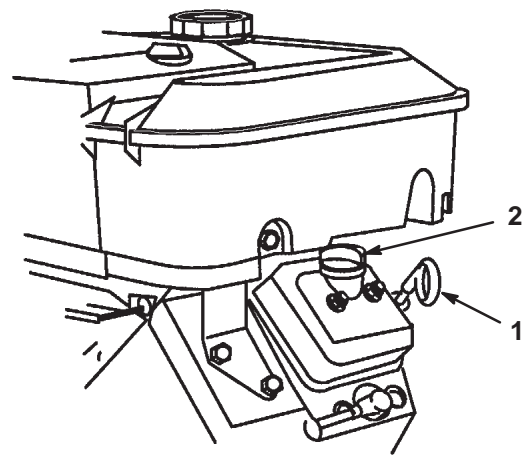

Figure 2
2. Nettoyez la surface autour de la jauge d'huile (Fig. 2) pour éviter que des impuretés ne s'introduisent dans l'orifice de remplissage, ce qui risquerait d'endommager le moteur.
4. Remettez la jauge au fond du tube de remplissage, mais sans la visser. Sortez de nouveau la jauge et examinez l'extrémité métallique. Si le niveau d'huile est bas, retirez le bouchon de remplissage du couvre-culasse (Fig. 2) et ajoutez la quantité d'huile nécessaire pour amener le niveau au repère **MAXIMUM** sur la jauge. Reportez-vous à la section **Entretien de l'huile moteur**, page 24, pour connaître le type d'huile et la viscosité qui conviennent. Versez l'huile lentement et vérifiez souvent le niveau durant la procédure. **Ne remplissez pas excessivement.**